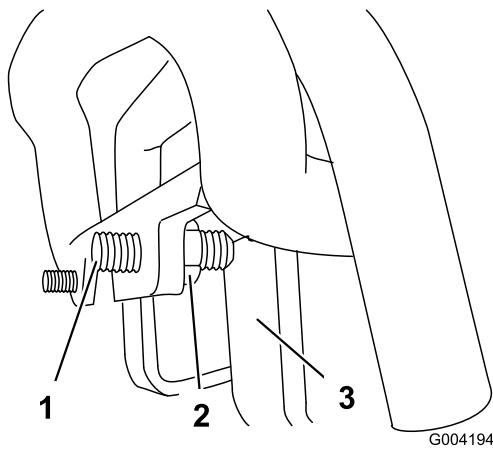

Figure 51
3. Si la machine se déporte vers la **gauche**, desserrez l'écrou de blocage **droit** et ajustez la vis de réglage de correction directionnelle à l'avant de la commande de déplacement (Figure 51).
4. Si la machine se déporte vers la **droite**, desserrez l'écrou de blocage **gauche** et ajustez la vis de réglage de correction directionnelle à l'avant de la commande de déplacement (Figure 51).